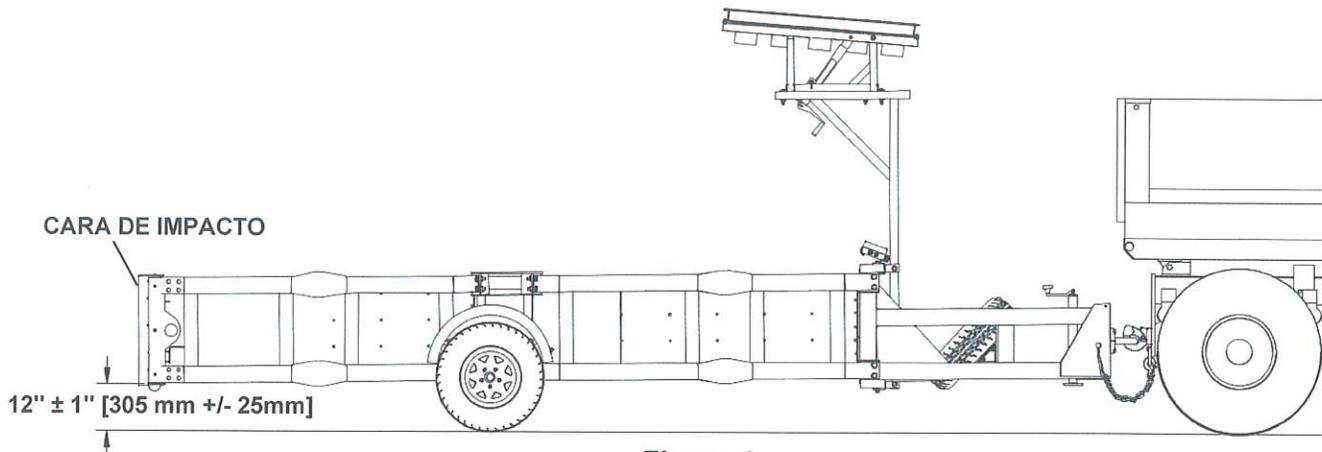

Figura 4
2. El TMA debe estar bien sujeto al camión. En terreno llano, la parte inferior de la Cara de Impacto debe estar a  $12'' \pm 1''$  [305 mm  $\pm$  25 mm] del suelo (Figura 4).